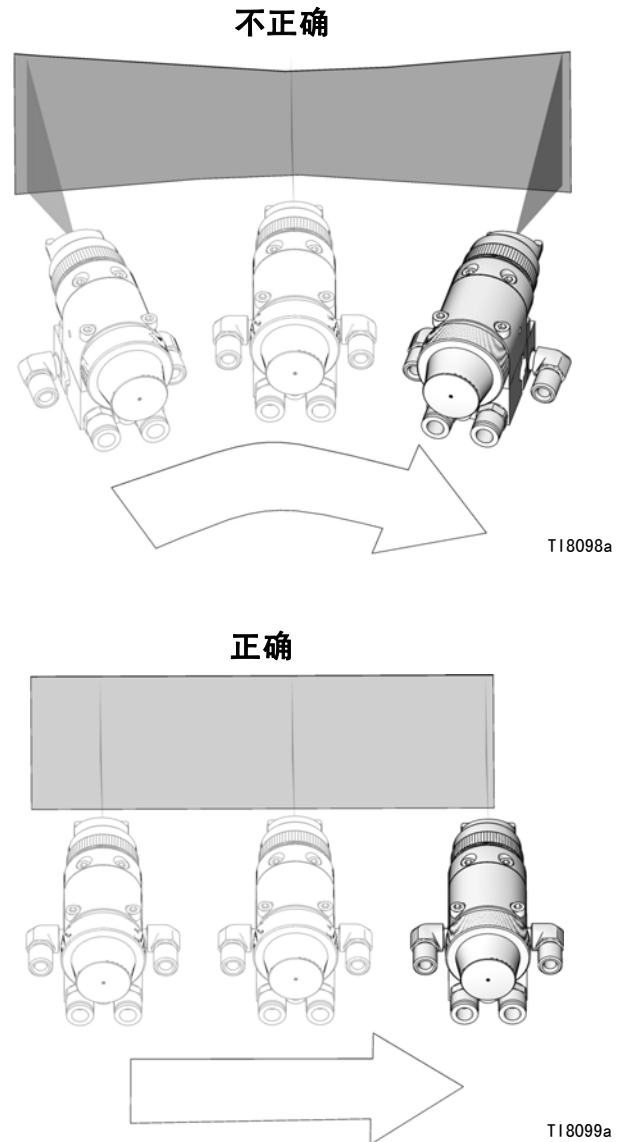

图 12：正确的喷涂方法
- ？ 喷涂时在表面平稳地，平行地划过，产生 50% 的交迭。请参见图 12。